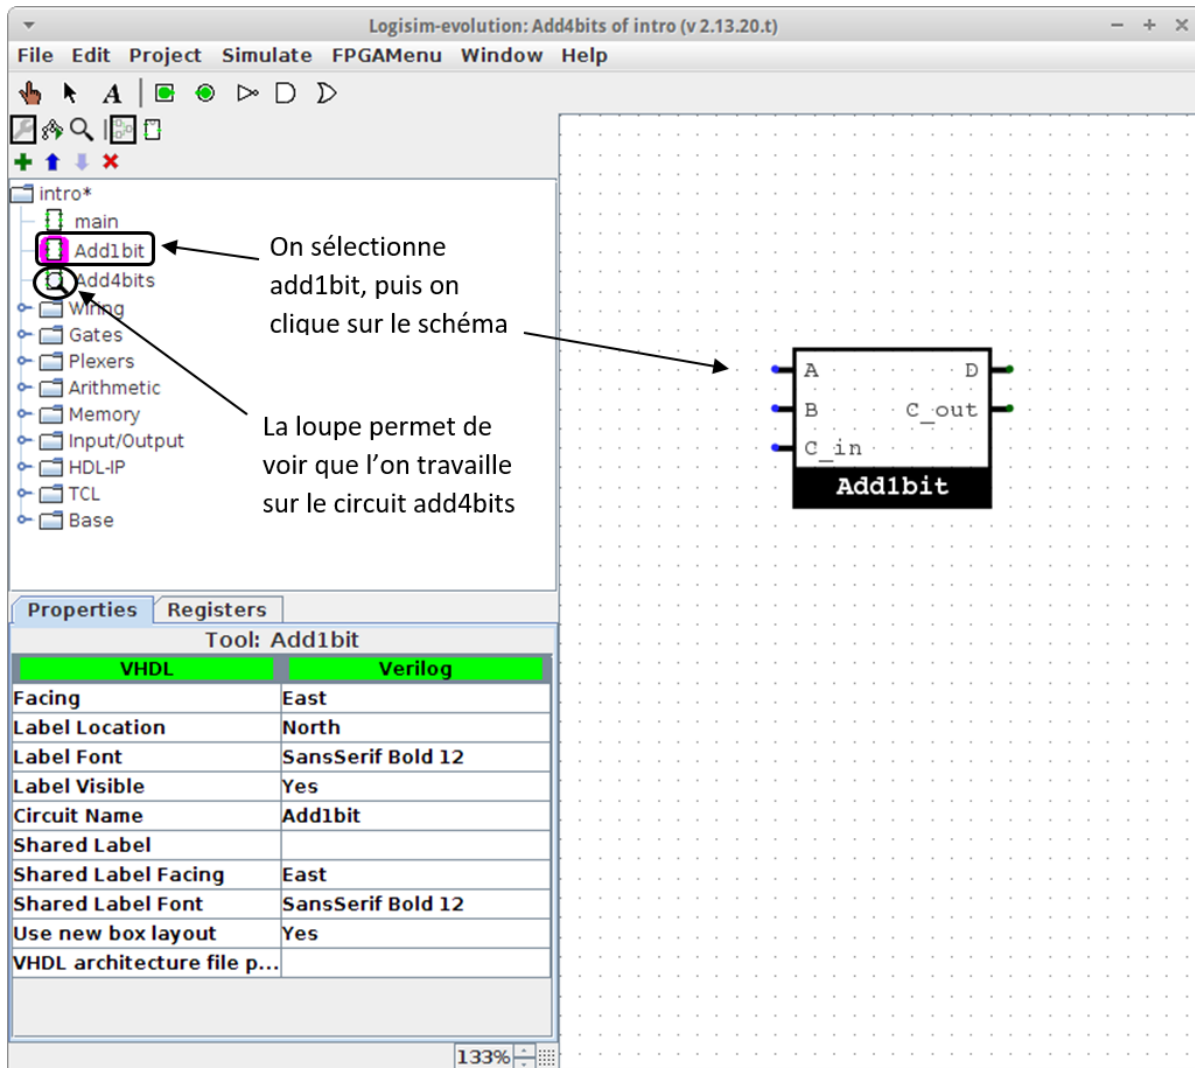

FIG. 3 : Sous circuit
2. Il est alors possible d'ajouter un sous circuit de la même manière que l'utilisation d'un composant quelconque. On clique sur le sous circuit en question dans le menu indiqué sur la Figure 3, puis on le place en cliquant sur la zone d'édition.